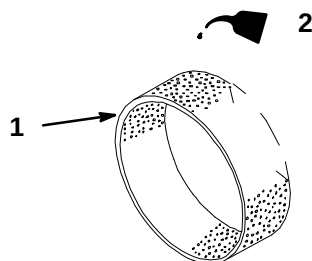

Figure 18
- C. Verser 30 à 60 ml d'huile (1 ou 2 oz.) sur l'élément (Fig. 18). Presser l'élément pour bien répartir l'huile.